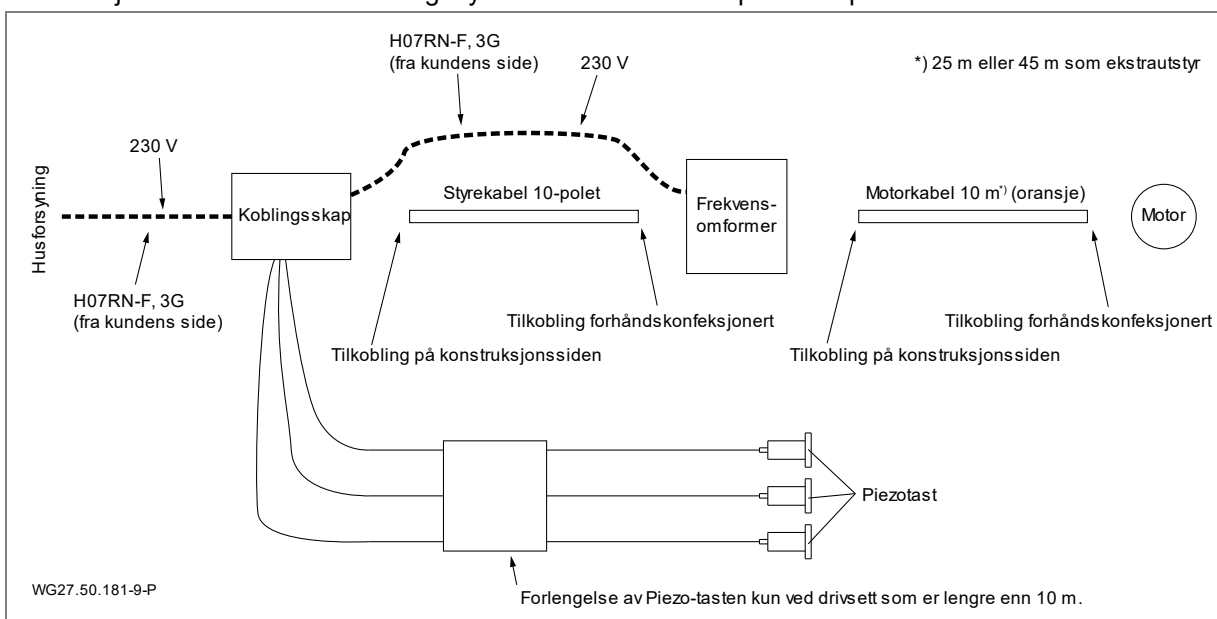

Fig. 19
14. Ledningene for PTC (brun hhv. svart (BR1) / hvit (BR2)) skal kables etter koblingsplanen. Se "Fig. 19" side 23.